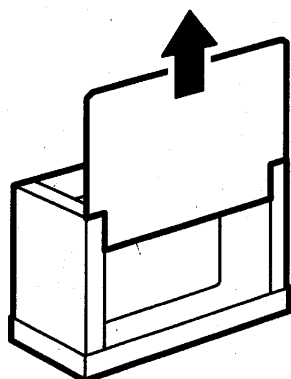

fig. 2
- 3 Levantar el cartón frontal (fig. 2).